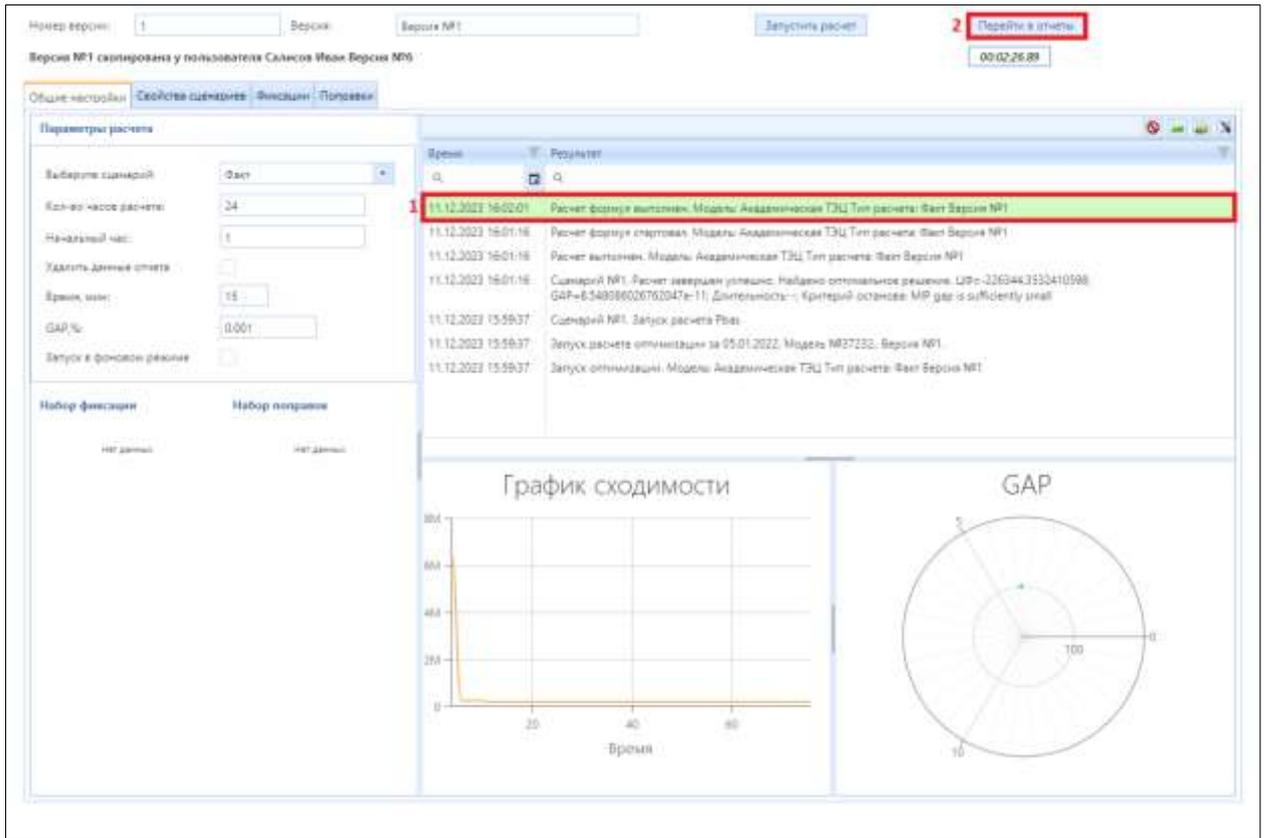

Рисунок 3.4.24 – Окно оптимизации при успешном завершении расчета
После успешного завершения расчета окно «Оптимизация» выглядит следующим образом – появляется надпись о выполненном расчете формул (1) (рис. 3.4.34), как это показано на рис. 3.4.24. Для просмотра результатов расчета необходимо нажать левой кнопкой мыши на кнопку (2) «Перейти в отчеты» (рис. 3.4.24).